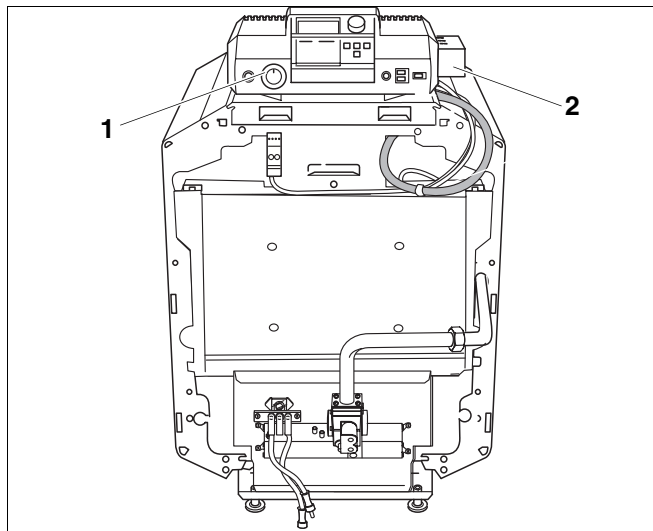

Abb. 24 Gasfeuerungsautomaten ablegen
- Gasfeuerungsautomaten (Abb. 24, **Pos. 2**) auf dem Heizkessel hinter dem Regelgerät (Abb. 24, **Pos. 1**) ablegen.